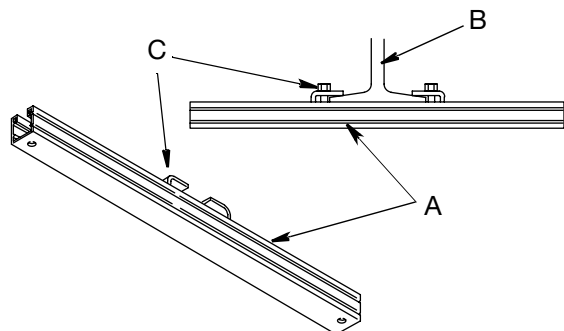

FIG. 26
Para los pasos siguientes, consulte la FIG. 26.
7. Alinee los 4 agujeros en la base de montaje del carrete de manguera con los agujeros cerca de los extremos de las ménsulas de montaje (A) (FIG. 26) y atornille firmemente el carrete de manguera en las ménsulas de montaje.
9. Coloque y apriete firmemente las abrazaderas ajustables (C) de las ménsulas de montaje en las bridas de la viga en I (B) (FIG. 26). Apriete firmemente las abrazaderas a 13,5 N.m (10 lb-pie).